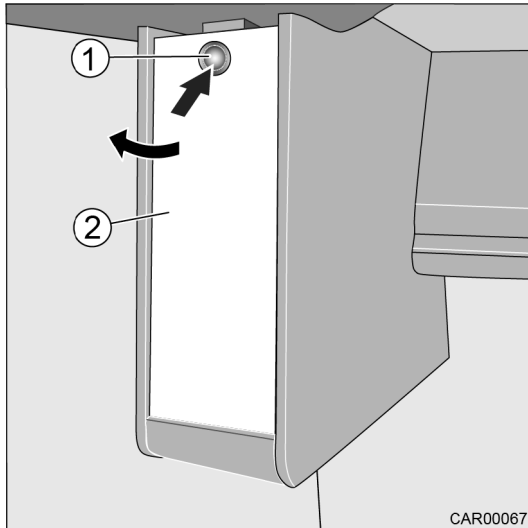

Fig. 159 Système coulissant de l'écran TV dans la chambre
1. Ouvrir la fermeture push-lock (Fig. 159/1).
2. Ouvrir le volet (Fig. 159/2).